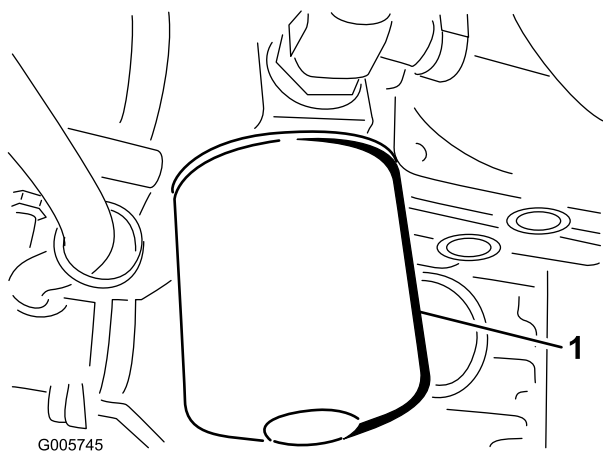

Figura 74
1. Limpe a zona de montagem do filtro do fluido hidráulico. Retire o filtro da base (Figura 74) e limpe a superfície de montagem do filtro.